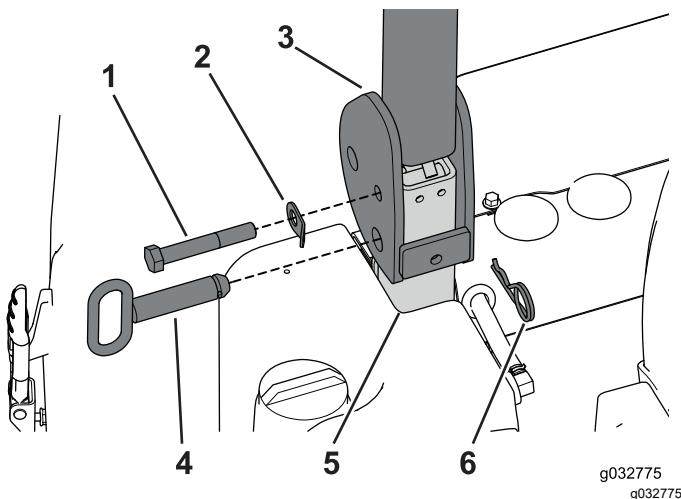

Bild 130
1. Fluchten Sie die Löcher im Überrollbügel mit den Löchern im unteren Überrollsitzrohr aus (Bild 130).
2. Befestigen Sie die Drehschraube und die Verbindungsleinenscheibe in den oberen Löchern im Überrollbügel und unteren Überrollsitzrohr und ziehen die Schraube mit der Hand an (Bild 130).
4. Stecken Sie die Dreharretierbolzen durch die unteren Löcher im Überrollbügel und unteren Überrollsitzrohr und befestigen Sie die Arretierbolzen mit den Splints (Bild 130).